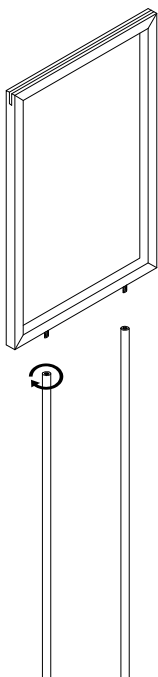

Figure 1
1. Insérez les deux pieds dans le cadre en les tournant. (Voir Figure 1)